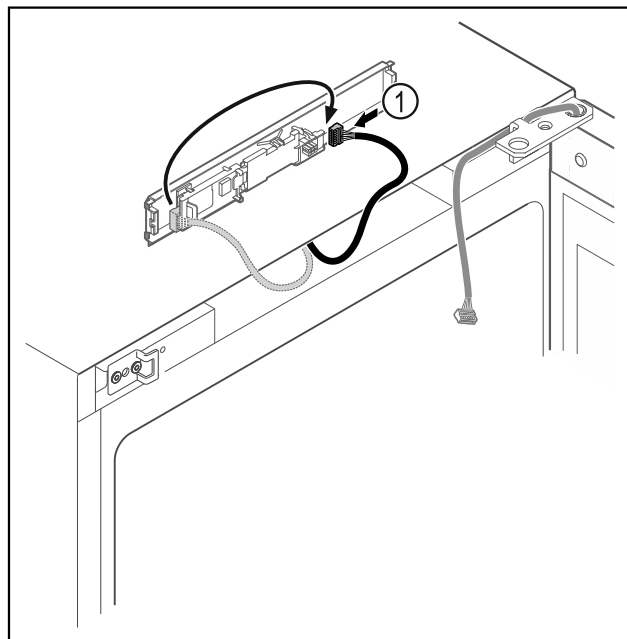

Fig. 15
- ▶ Flyt stikket Fig. 15 (1) på printkortet.